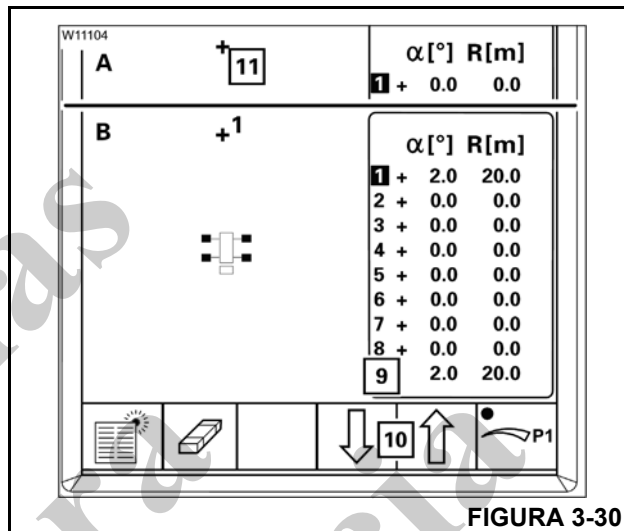

FIGURA 3-30
1. Com os botões (10) (Figura 3-30), selecione o primeiro ponto, por exemplo, ponto (1), que se torna azul.
2. Mova a cabeça da lança principal (11) para um pouco antes do primeiro ponto do objeto.